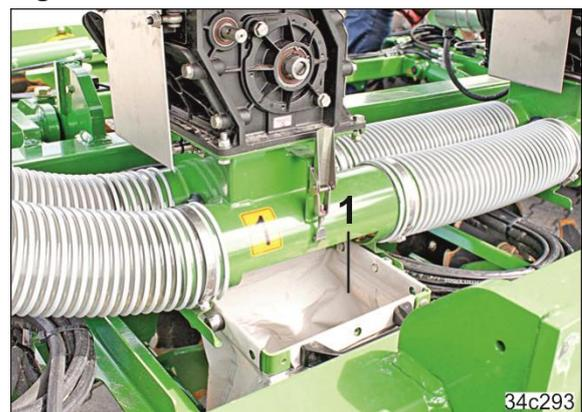

Fig. 255
3. Den Beutel (Fig. 255/1) unter den Dosierer schieben.